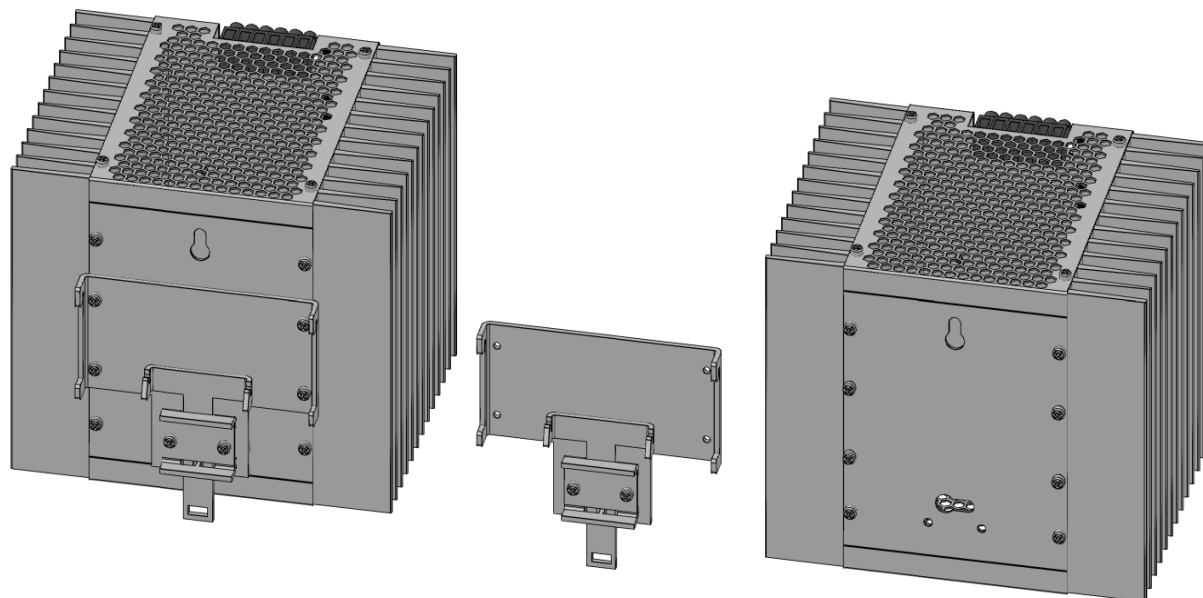

Рисунок 5. Демонтаж крепежного механизма.
**6.4** Базовым конструктивным вариантом изготовления ИПС является исполнение с установкой на DIN-рейку. При необходимости установки ИПС на вертикальную плоскость (настенный вариант), достаточно отвинтить 4 крепежных винта и демонтировать единый крепежный механизм (см. рис.5).